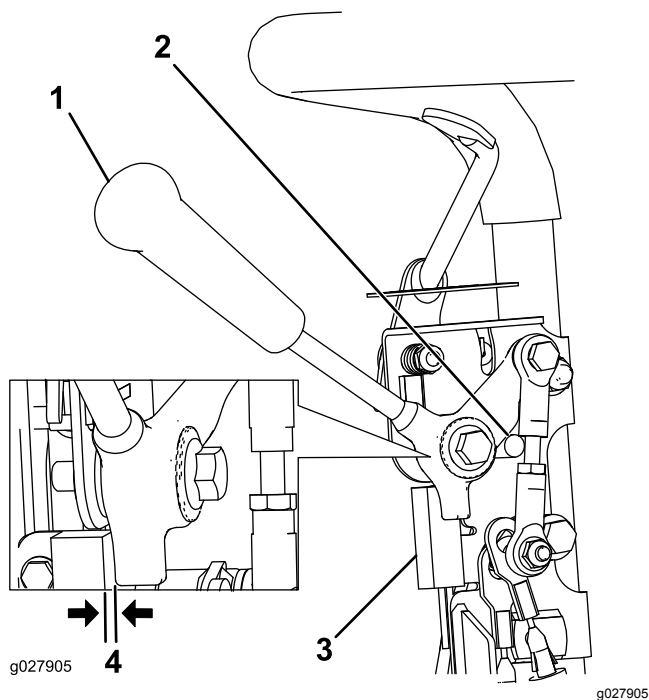

図 36
1. エンジンが停止していること、走行レバーが解除されてニュートラルストップにあることを確認する 図 36。
2. インタロックスイッチを固定しているねじをゆるめる 図 36。
3. 走行レバーとインタロックスイッチとの間に厚さ 0.8 mm のすきまゲージをはさむ 図 36。